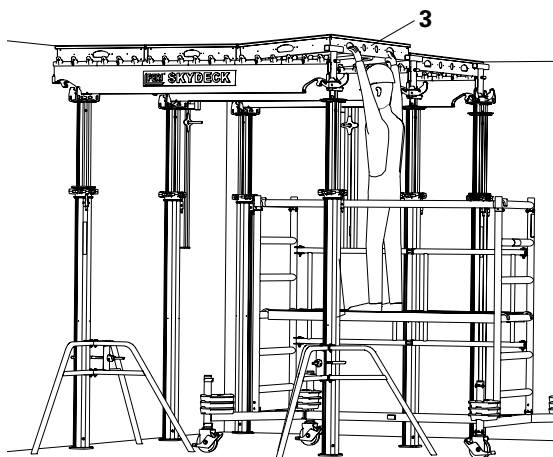

Fig. A4.10
6. Inserir painéis (3). (Fig. A4.10)